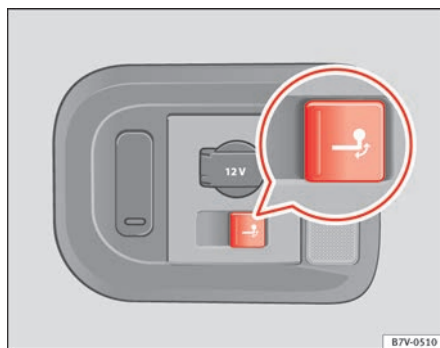

Fig. 156 Lado direito do porta-bagagens: botão para rebater electricamente a rótula do engate.
- Pressione brevemente o botão ⇒ Fig. 156. A rótula será desbloqueada electricamente e rebaterá por si mesma para fora. O aviso do botão piscará.
- Pressione brevemente o botão ⇒ Fig. 156. A rótula será desbloqueada electricamente. O aviso do botão piscará.